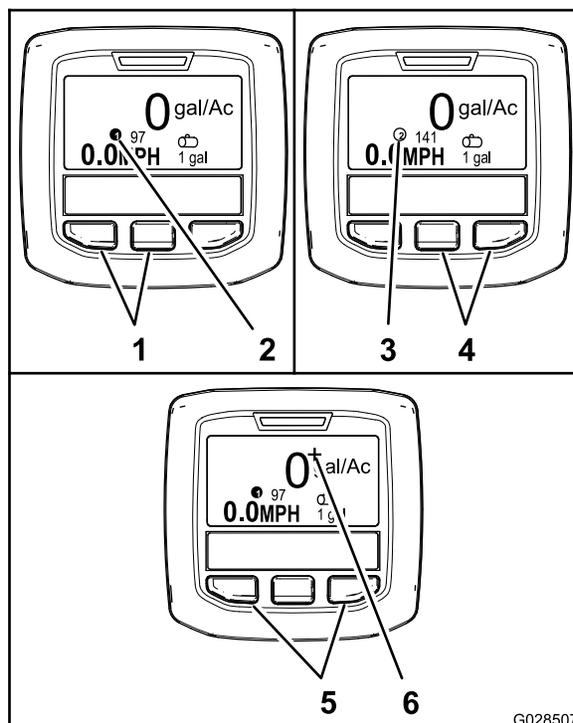

Рисунок 56
- Чтобы выбрать интенсивность опрыскивания 1, нажмите две левые кнопки на дисплее инфо-центра (Рисунок 56).
- Чтобы выбрать интенсивность опрыскивания 2 (норма расхода распыляемого материала), нажмите две правые кнопки (Рисунок 56).
- Для кратковременного увеличения расхода распыляемого материала нажмите и удерживайте нажатыми две крайние кнопки (Рисунок 56).